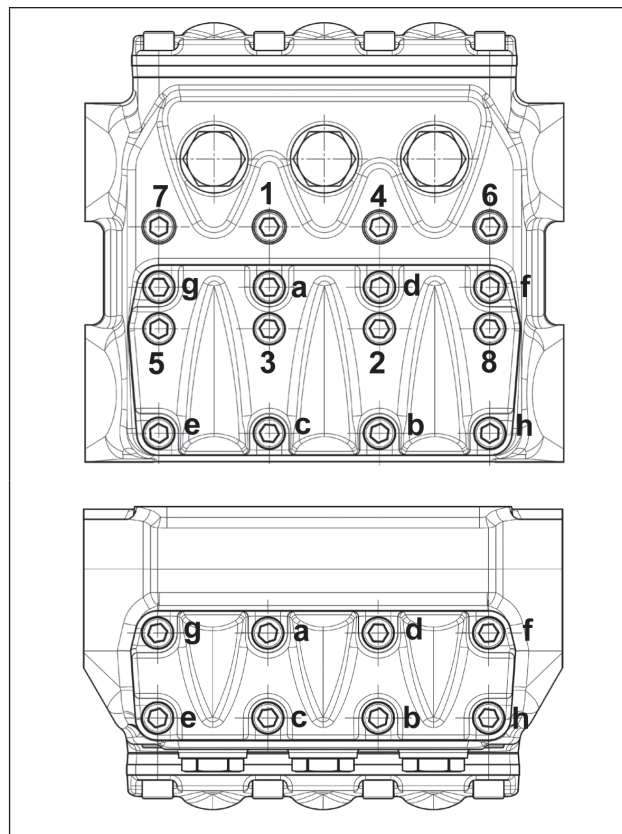

Fig. 47
- *** Le viti fissaggio coperchi valvole devono essere serrate con chiave dinamometrica lubrificando il gambo filettato, rispettando l'ordine riportato nello schema di Fig. 47.